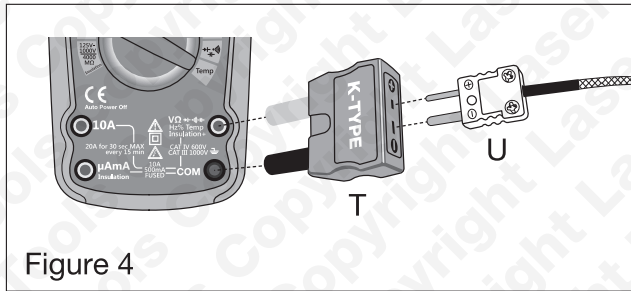

Figure 4
2. Zie **afbeelding 4**: Plaats de adapter van het K-type (**T**) in de **VΩ-** en **COM**-ingangen. Plaats vervolgens de temperatuursonde (**U**) in de K-type-adapter en let hierbij op de correcte polariteit (smalle punt positief, brede punt negatief).